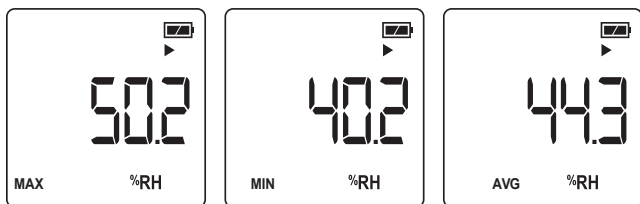

Рис. 4
5.3.3 Для просмотра данных по каналу влажности на модели RGK UDL-21, коротко нажмите на кнопку  на экране отобразятся данные. Далее при каждом коротком нажатии на кнопку  будут поочередно отображаться значения максимальной, минимальной и средней влажности (рис. 4)